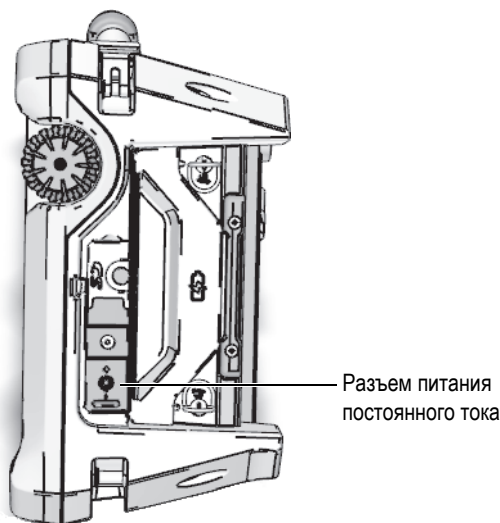

Рис. 2-4 Разъем питания постоянного тока OmniScan MX2
2. На правой боковой панели OmniScan MX2 поднимите резиновую крышку, закрывающую разъем адаптера постоянного тока (см. Рис. 2-4 на стр. 37).
3. Подключите адаптер питания постоянного тока к разъему DC адаптера питания OmniScan MX2 (см. Рис. 2-4 на стр. 37).